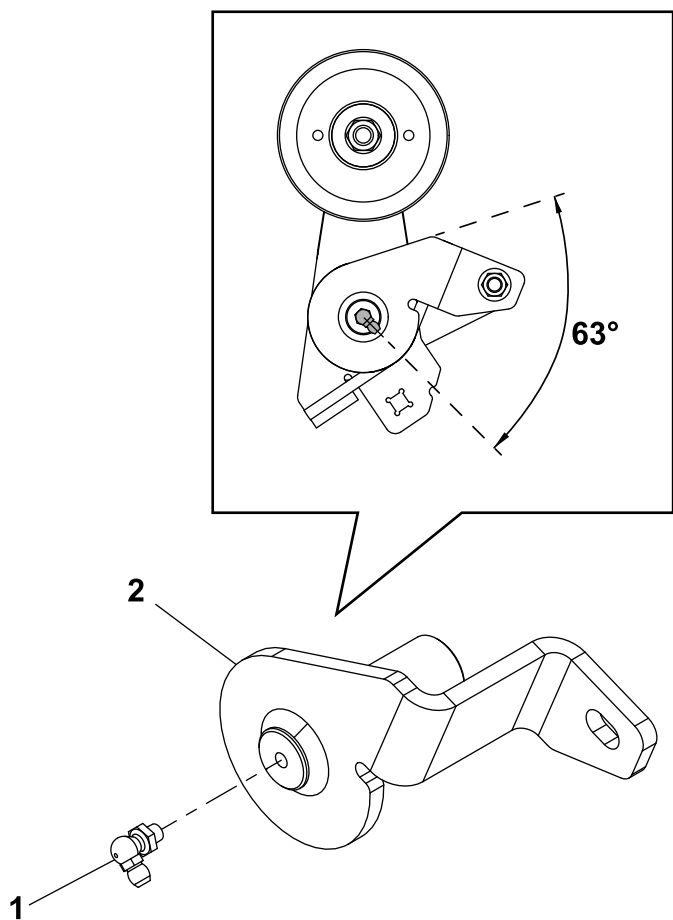

Figure 5
2. Installez le graisseur dans le support de la poulie de tension, comme montré à la Figure 5.